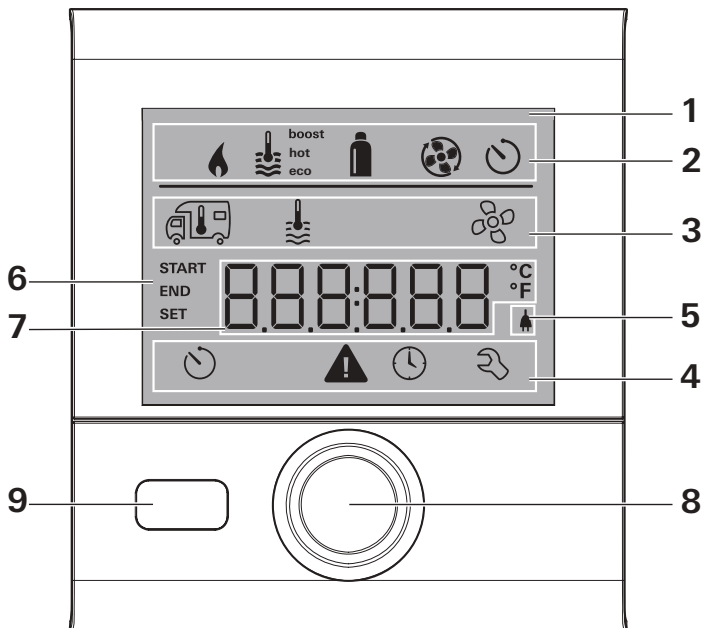
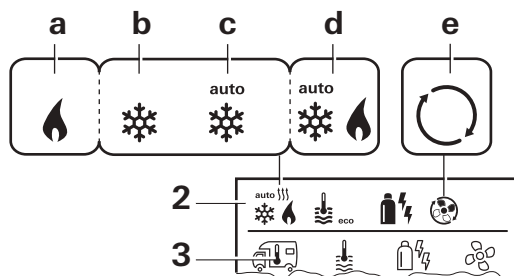

Fig. 1
Fig. 4
Las funciones de las líneas de menú (Fig. 1 – 3, 4) CP plus VarioHeat pueden seleccionarse en cualquier orden. Los parámetros de funcionamiento se muestran en la línea de estado (Fig. 1 – 2) o en el display (Fig. 1 – 6).
- Utilice el botón de giro/pulsador (Fig. 1 – 8) para seleccionar el icono en la línea de menú (Fig. 4 – 3).